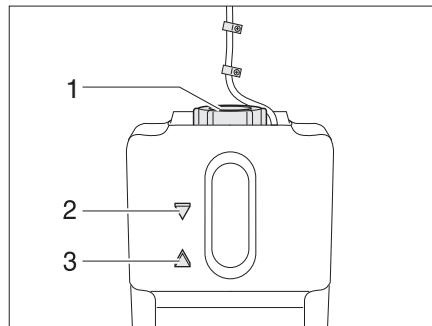

Fig. 359 Vase d'expansion pour le chauffage à eau chaude
- Contrôler si le liquide se trouve entre les marques "MIN" (Fig. 359,3) et "MAX" (Fig. 359,2) sur le vase d'expansion (Fig. 359).
- Ouvrir le bouchon du vase d'expansion (Fig. 359,1).